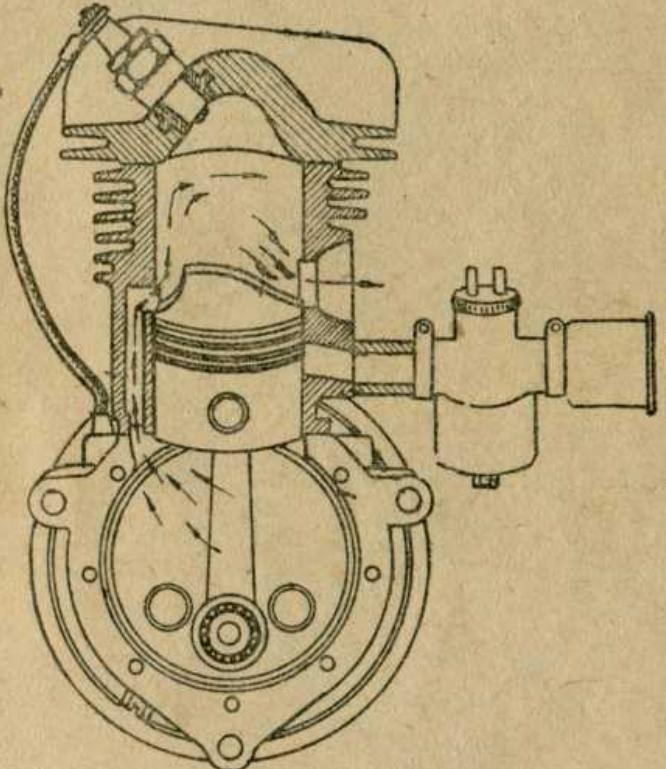

Рис. 2.
**II такт.** Поршень движется от ВМТ к НМТ (рис. 2).